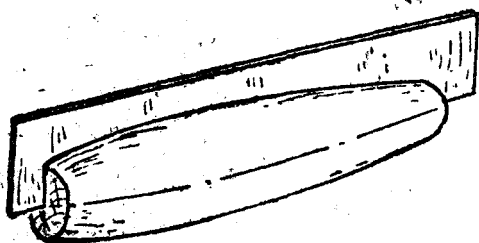

图 5
(5) 由于米格-15的机身呈圆形，如果能在車床上車制最好，車好后，再用样板检查，见图5。